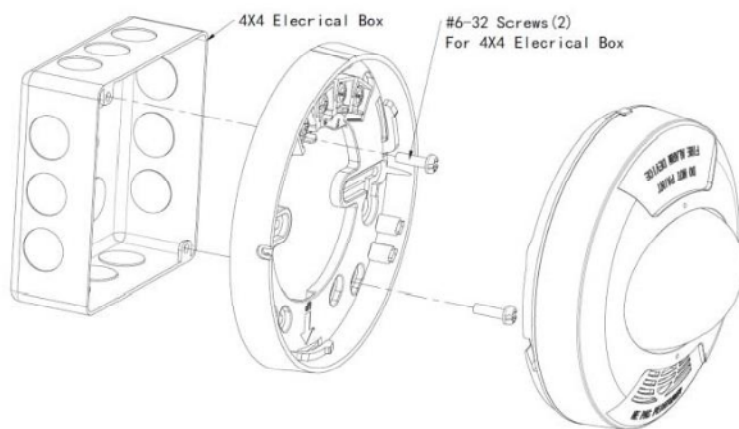

Figure 1. Installation de la base
Le FW961R/FW961W avertisseur sonore/stroboscope et le FW981R/FW981W stroboscope font parties de la famille d'appareils visuels et/ou de signalisation sonore avec sources de lumière générée par des D.E.L. homologués selon les normes UL 1971, UL 1638, UL 464, ULC-S525 et ULC-S526, pour un usage en intérieur. La source de lumière D.E.L. offre un rendement supérieur, y compris une faible consommation d'énergie et une longue durée de vie. La Figure 1 illustre la dispersion relative de la lumière émise par les stroboscopes installés sur les murs.
1. Installez la base FW900 sur un boîtier électrique 4 x 4, voir Figure 1.